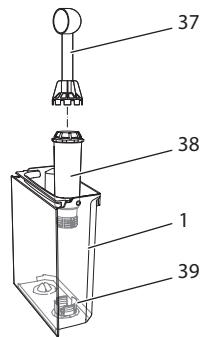

Fig. 18: Enroscar/desenroscar el filtro de agua
- Retire el filtro de agua (véase Fig. 18).